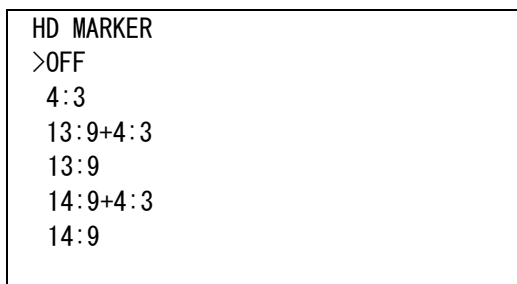

図4-45 オンスクリーンメニュー(HD MARKER例)
- 1) SDI OUT メニューで「HD MARKER[HMRK]」を選択し、**ENTER** ボタンを押すと図 4-45 のような設定メニューが表示されます。